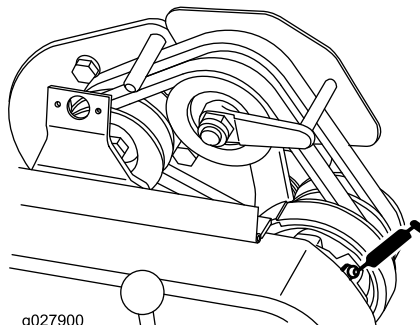

Рисунок 21
- 1 на подшипнике силового вала (Рисунок 21)